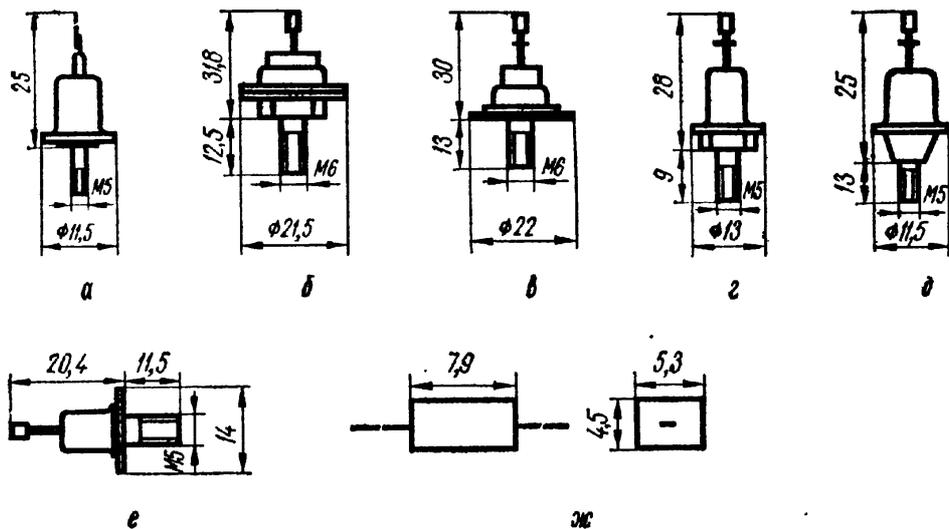

Рис. 260. Внешний вид и основные размеры выпрямительных диодов средней мощности
**Д229 (А, Б).** Кремниевый диод. Диапазон рабочих температур от  $-60$  до  $+125^{\circ}\text{C}$ . Граничная рабочая частота 1 кГц (см. рис. 260, *а*).
**Д242 (А, Б), Д243 (А, Б), Д245 (А, Б).** Кремниевые диоды. Диапазон рабочих температур от  $-55$  до  $+125^{\circ}\text{C}$ . Наибольшая температура корпуса  $125^{\circ}\text{C}$ . Граничная рабочая частота  $1200$  Гц (см. рис. 260, б)
**Д246 (А, Б), Д247(Б), Д248Б.** Кремниевые диоды. Диапазон рабочих температур от  $-55$  до  $+125^{\circ}\text{C}$ . Наибольшая температура корпуса  $125^{\circ}\text{C}$ . Граничная рабочая частота  $1$  кГц (см. рис. 260, б).
**Д302—Д305. Германиевые диоды. Диапазон рабочих температур от —60 до +70° С. Наибольшая температура корпуса 80° С. Размер теплоотвода из металла толщиной 3 мм: Д303 — 54 × 44 мм; Д304 — 72 × 60 мм; Д305 — 134 × 122 мм (см. рис. 260, в).**
**КД202 (А, Б, В, Г, Д, Е, Ж, И, К, Л, М, Н, Р, С). Диапазон рабочих температур от —60 до +120° С. Наибольшая температура корпуса 130° С. Граничная рабочая частота 1200 Гц (см. рис. 260, в).**
**КД203 (А, Б, В, Г, Д).** Диапазон рабочих температур от  $-55$  до  $+100^{\circ}$  С, Граничная рабочая частота 1000 Гц (см. рис. 260, б).